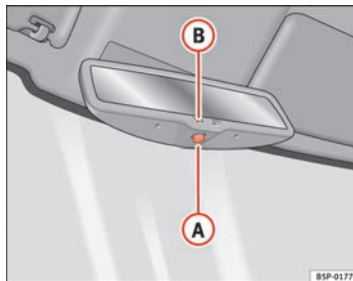

Fig. 88 Specchio retrovisore interno fotocromatico
- Premere il tasto **(A)** ⇒ fig. 88. La spia **(B)** si spegne.
- Premere il tasto **(A)** ⇒ fig. 88. La spia si accende.